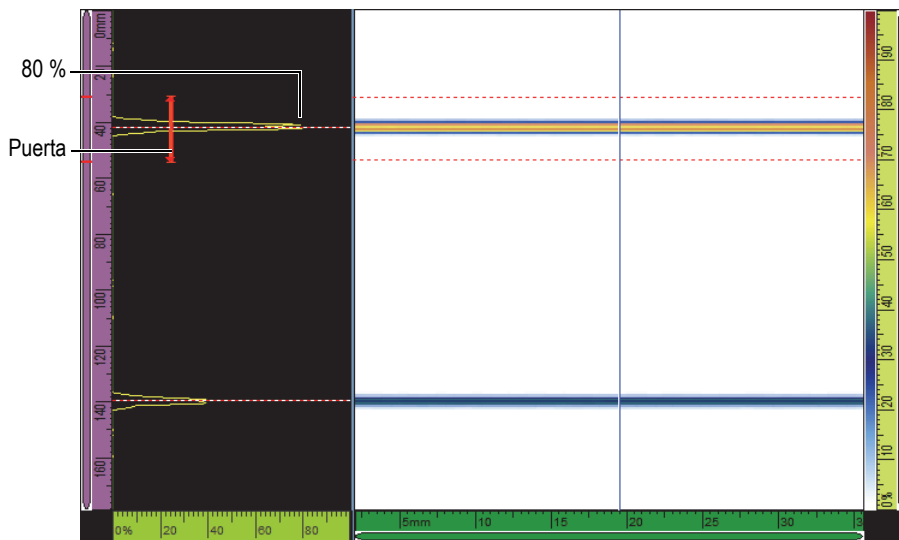

Figura 5-3 Ejemplo de las señales de los reflectores en un escaneo lineal
- b) Ajuste el parámetro **Ganancia** para que la amplitud de la primera señal alcance cerca del 80% de la altura de la pantalla A-scan completa. Véase la Figura 5-3 en la página 126.
- c) Ajuste los parámetros **Iniciar** y **Rango** hasta que las dos señales provenientes de dos reflectores sean visibles en el A-scan. Véase el ejemplo en la Figura 5-3 en la página 126.
- a) En los botones **Iniciar** y **Ancho**, introduzca el valor de inicio y ancho de la Puerta A de modo que la primera señal cruce por el centro de dicha puerta, y la puerta sea lo suficientemente ancha para soportar el ancho completo de la señal. Véase la Figura 5-3 en la página 126.